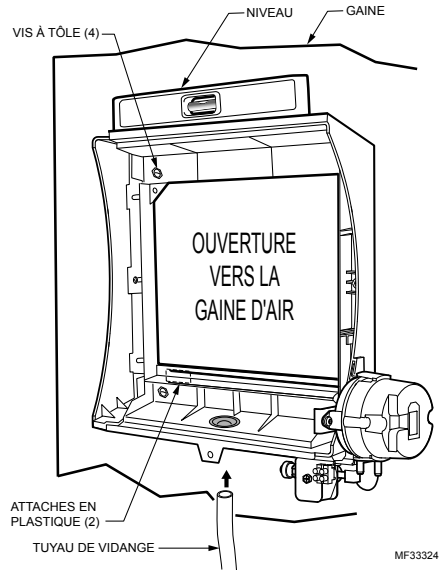

Fig. 5. Instalación del humidificador en un conducto.
7. Cerciórese de que la carcasa del humidificador esté a nivel y seguidamente colóquela en la abertura de modo que las pestañas plásticas queden en su lugar en el *borde inferior de la lámina metálica* de la abertura. Use un alicate según sea necesario, para aplanar los bordes cortados. Consulte la Fig. 5.